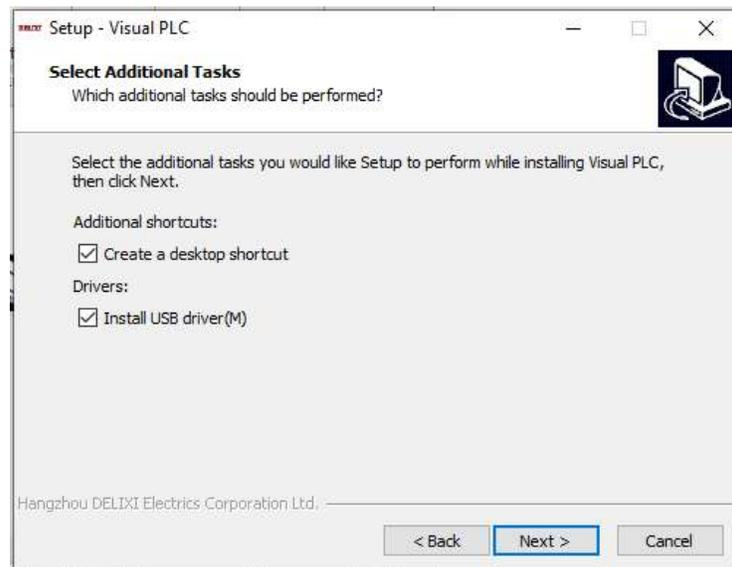

FIGURA 6
5. Luego seleccionar "Siguiente" en el cuadro de dialogo emergente. (Ver figura 6)